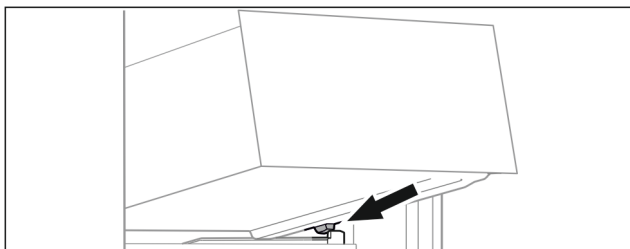

Fig. 94
- Schubfach schräg hinter den Stoppern auf Behälterrippe aufsetzen. (siehe Fig. 94)